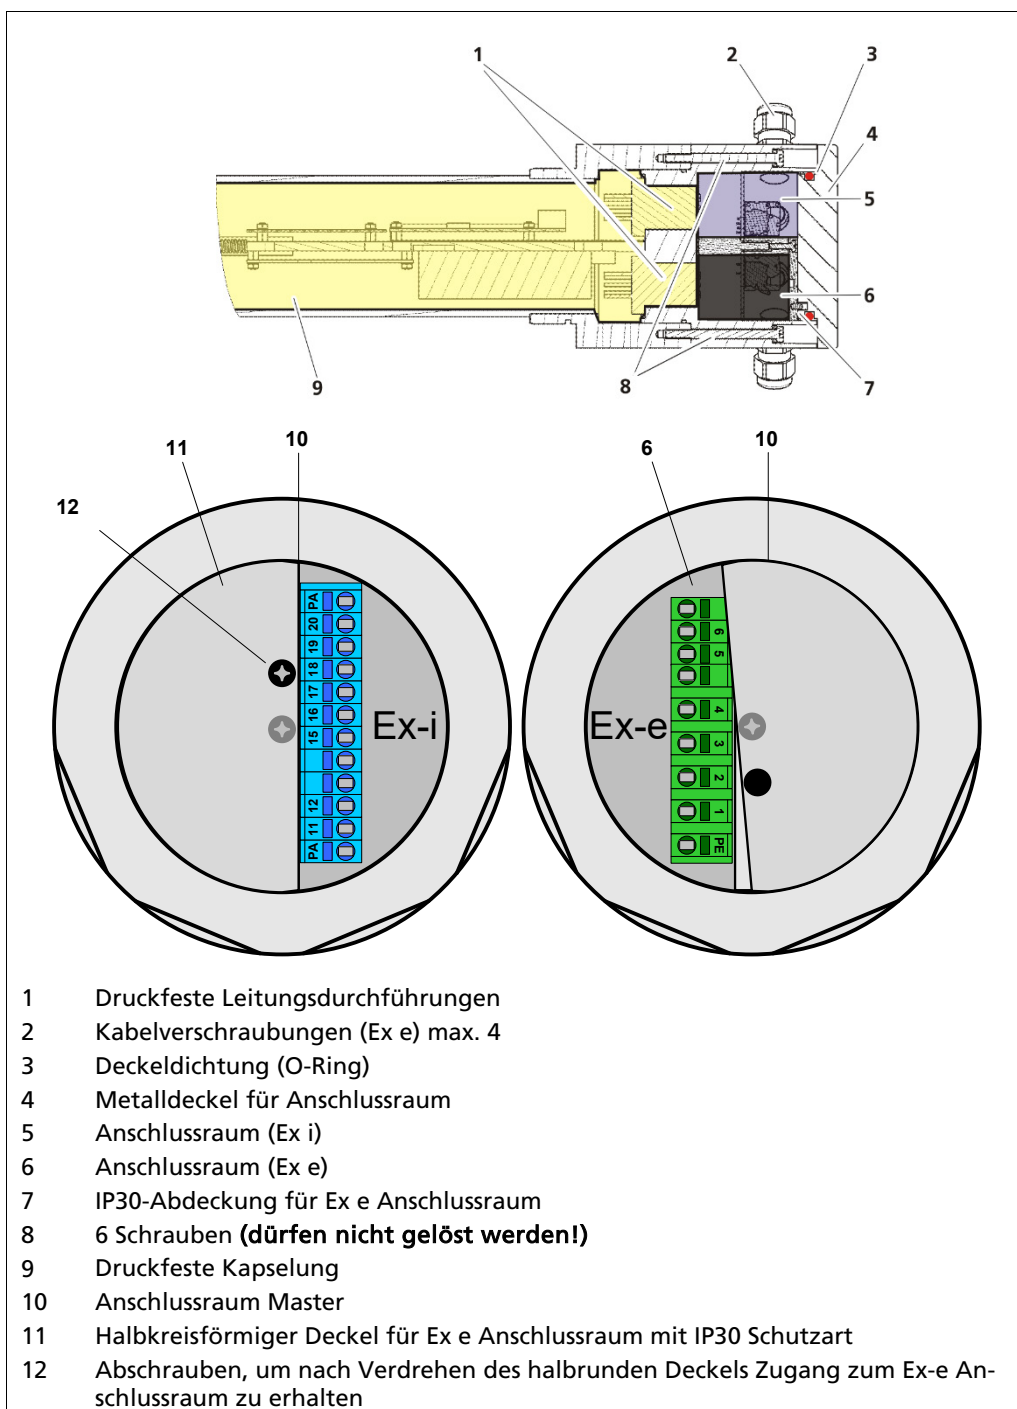

Abb. 3 Ex-i - Konzept LB 480-xx-3C, LB 480-xx-4C
- Der Gehäusedeckel (Metalldeckel) deckt den gesamten Anschlussraum ab (siehe Abb. 3).
- Der halbkreisförmige Kunststoffdeckel (Ex-e Deckel) deckt die nicht-eigensicheren Anschlussklemmen ab (siehe Abb. 3).